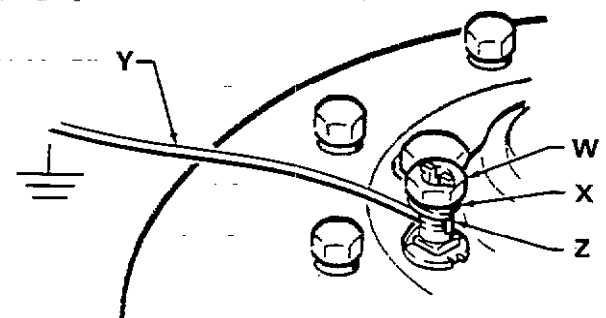

FIG. 1
Para realizar la puesta a tierra de la bomba, aflojar la tuerca de cierre (W) de la toma y su arandela (X). Insertar uno de los extremos del cable de tierra (Y) (12 secciones como mínimo) en la ranura de la patilla (Z), y a continuación apretar bien la tuerca. Ver Fig. 1.